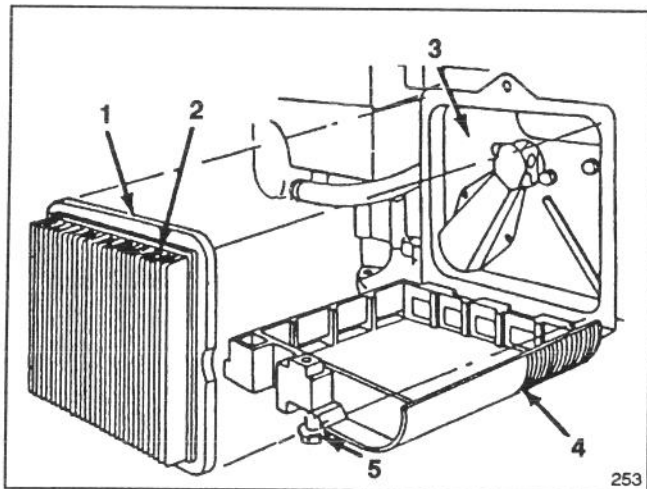

Figura 16
4. Inserte un nuevo cartucho de filtro de papel de manera que su borde toque la placa trasera como se muestra en la Figura 16.